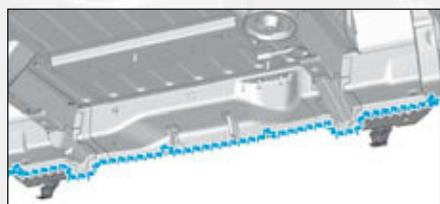

FIG.192
- un mastic d'étanchéité indice "A1" (Fig.192),